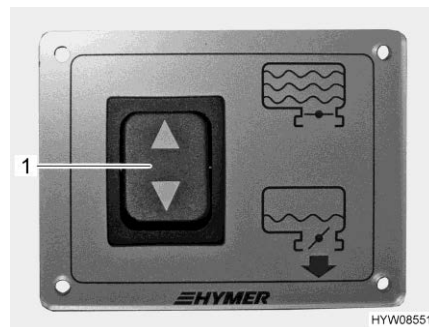

Fig. 158 Interruttore di comando (rubinetto di scarico)
L'interruttore di comando (Fig. 158,1) per lo scarico delle acque grigie si trova nel garage di coda. Il tubo di scarico con collegamento per un tubo di gomma per lo scarico si trova sotto al veicolo.
- Aprire il rubinetto di scarico. A tal fine premere verso il basso l'interruttore di comando (Fig. 158,1). Le acque grigie fuoriescono.
- Dopo il deflusso completo delle acque grigie, richiudere il rubinetto di scarico. A tal fine premere verso l'alto l'interruttore di comando (Fig. 158,1).